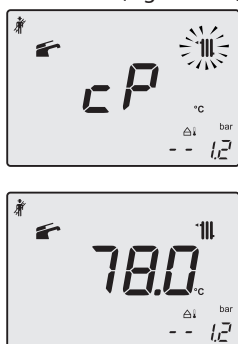

Figura 9.24
- Premendo il tasto 24 è possibile variare la potenza in modalità spazzacamino: con visualizzazione sul display LCD delle lettere **CP** che si alternano con il valore di temperatura dell'acqua di riscaldamento (es. **78**), siamo in "funzione spazzacamino" alla potenza massima in riscaldamento (Figura 9.24);